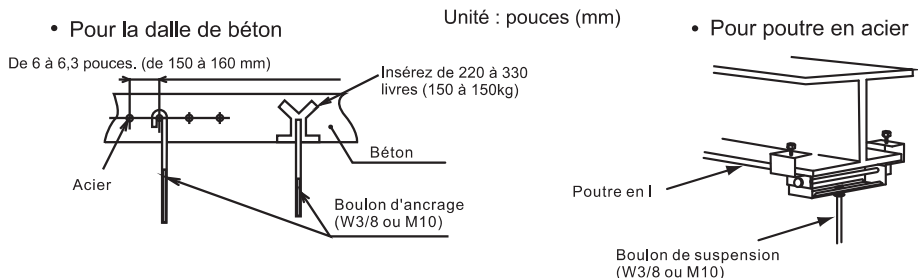

Fig 3.4 Boulons de suspension montés
- (3) Vérifiez que le plafond est horizontal, sinon le drainage ne peut pas s'écouler.
- (4) Renforcez les parties ouvrantes du faux-plafond.
- (5) Montez les boulons de suspension, comme indiqué sur la Fig. 3.4.